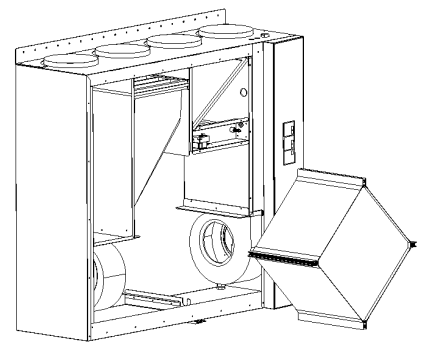

Fig. 5
**N****VEDLIKEHOLD (Fig. 5)**
**S****SKÖTSEL (Fig. 5)**
## **D** WARTUNG (Fig. 5)
## **GB** MAINTENANCE (Fig. 5)
## **S** SKÖTSEL (Fig. 5)